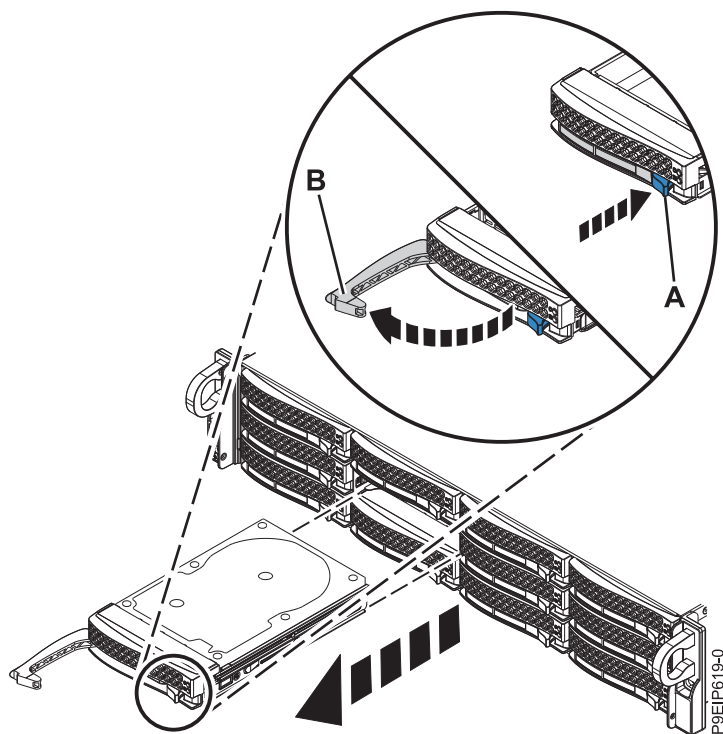

Figura 11. Removendo uma unidade frontal
2. Destrave a alça do compartimento de unidade (B) empurrando a liberação da alça (A) conforme mostrado na Figura 11. A alça (B) desencaixa em sua direção. Se a alça não desencaixar totalmente, a unidade não deslizará para fora do sistema.